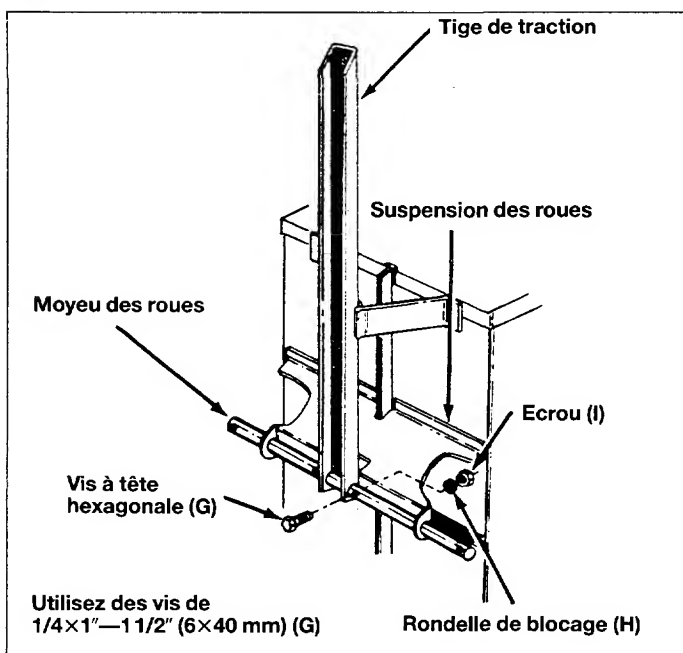

Fig. 11
16. Montez le moyeu de roue et la tige de traction sur la suspension des roues. Veillez à ce que le côté ouvert de la tige de traction soit tourné vers le bas. Fixez le moyeu sur la suspension des roues à l'aide de vis de 6×40 mm (G), de rondelles de blocage (H) et d'écrous (I). Voir la figure 11.